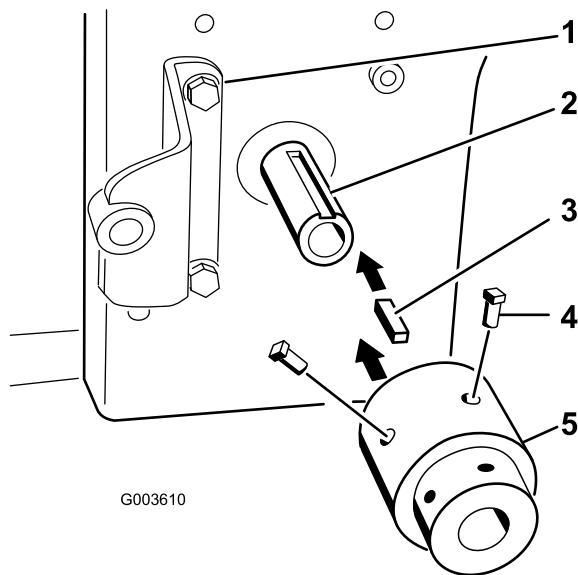

图 19
6. 将方形钥匙 $6.4\text{mm} \times 25.4\text{mm}$ 装入发动机 PTO 轴的槽内图 19。
7. 将轮毂总成与方形钥匙对齐然后装入 PTO 动力输出装置轴上图 19。
8. 为 2 个固定螺丝 $\frac{5}{16} \times \frac{3}{4}$ 英寸涂抹可清除的防松螺纹油并将它们装入轮毂总成从而将轮毂总成固定到 PTO 轴上图 19。